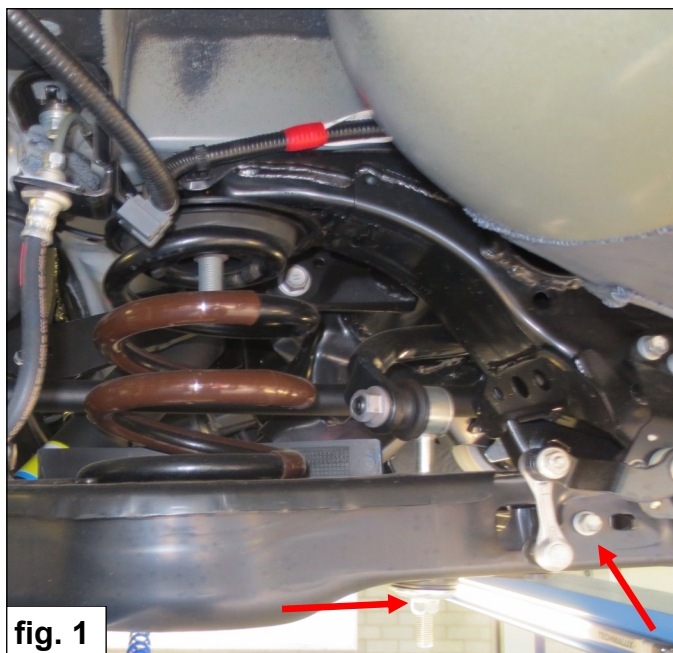

fig. 1
1. Maak de bevestigingen van de stabilisatorstang aan de draagarmen los en wanneer aanwezig de sensorbeugel op de linker draagarm. Zie fig: 1.
1. Dismount the fastening of the stabilizer bar to the wheel Arm and when present the sensor bracket on the left wheel arm. See fig. 1.
1. Demontieren Sie die Befestigung der Stabilisatorstange zu den Tragarm und wenn vorhanden, die Halterung des Sensors auf der linken Tragarm . Siehe Fig. 1.
1. Détachez les fixations de la barre antirollis des bras de Suspension et quand il est présent le support de capteur sur le bras de support.. Voir fig: 1.
1. Demontera fästet mellan stabilisator staget och bäarmen och när den är närvarande sensors support på vänstra stödarmen. Se fig. 1
1. Suelte la barra estabilizadora de los soportes y cuando está presente el soporte del sensor en el brazo de soporte. Véase fig. 1.